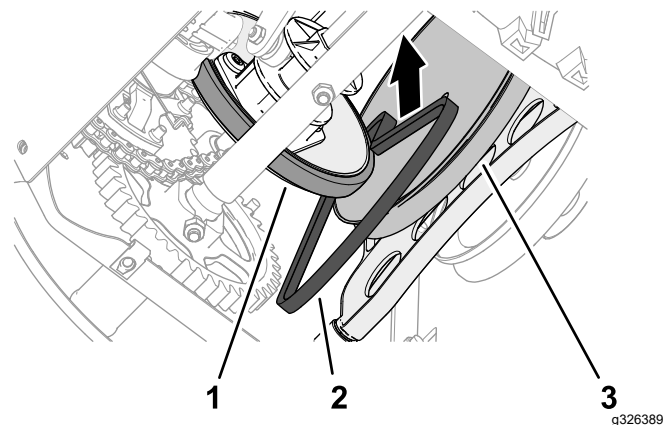

Figura 49
- Coloque la correa de tracción entre la rueda de fricción y la polea de tracción, e introdúzcala en la máquina (Figura 49).